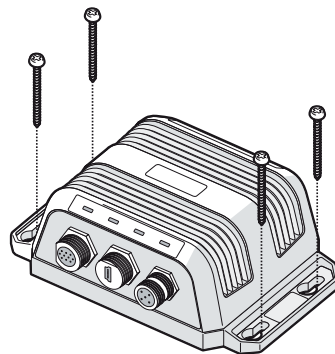

Abbildung 6: Montage des AIS-Transceivers
- Das Produkt wird mit selbstschneidenden Schrauben geliefert, sodass es an einer geeigneten Fläche befestigt werden kann. Siehe Abbildung 6 für weitere Hinweise.